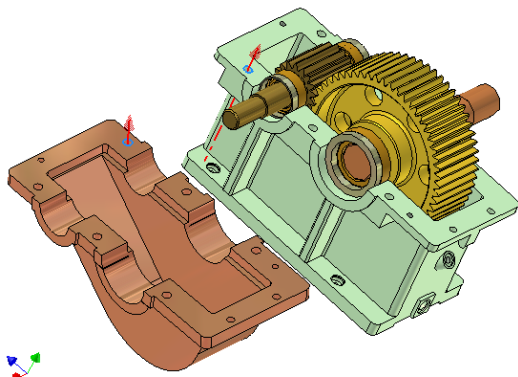

图 10-30 插入约束示意图
③对于第二个插入装配约束，也是通过选择下箱体和箱盖的对应孔来完成。对应孔的选择是任意的，这里我们选择如图 10-30 所示的一对孔来进行装配，装配方法与上一个插入装配约束完全相同，这里不再赘诉。